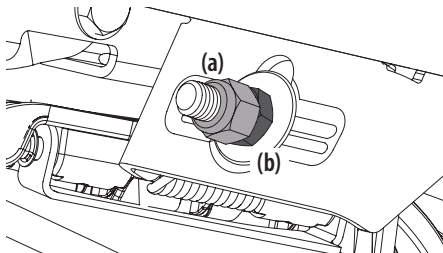

Figure 38
5. Pour relever l'avant du plateau, retirez l'embout, desserrez le contre-écrou extérieur (a), puis serrez (vissez à l'intérieur) l'écrou intérieur (b) contre le support de suspension avant. Consultez la Figure 38. Si le réglage est correct, resserrez le contre-écrou extérieur (a) et remettez l'embout en place.
- Pour **abaisser** l'avant du plateau, retirez l'embout, desserrez le contre-écrou extérieur (a), puis desserrez (vissez à l'extérieur) l'écrou intérieur (b) à l'écart du support de suspension avant. Consultez la Figure 38. Si le réglage est correct, resserrez le contre-écrou extérieur (a) à 77,28 N·m (57 pi·lb) et remettez l'embout en place.